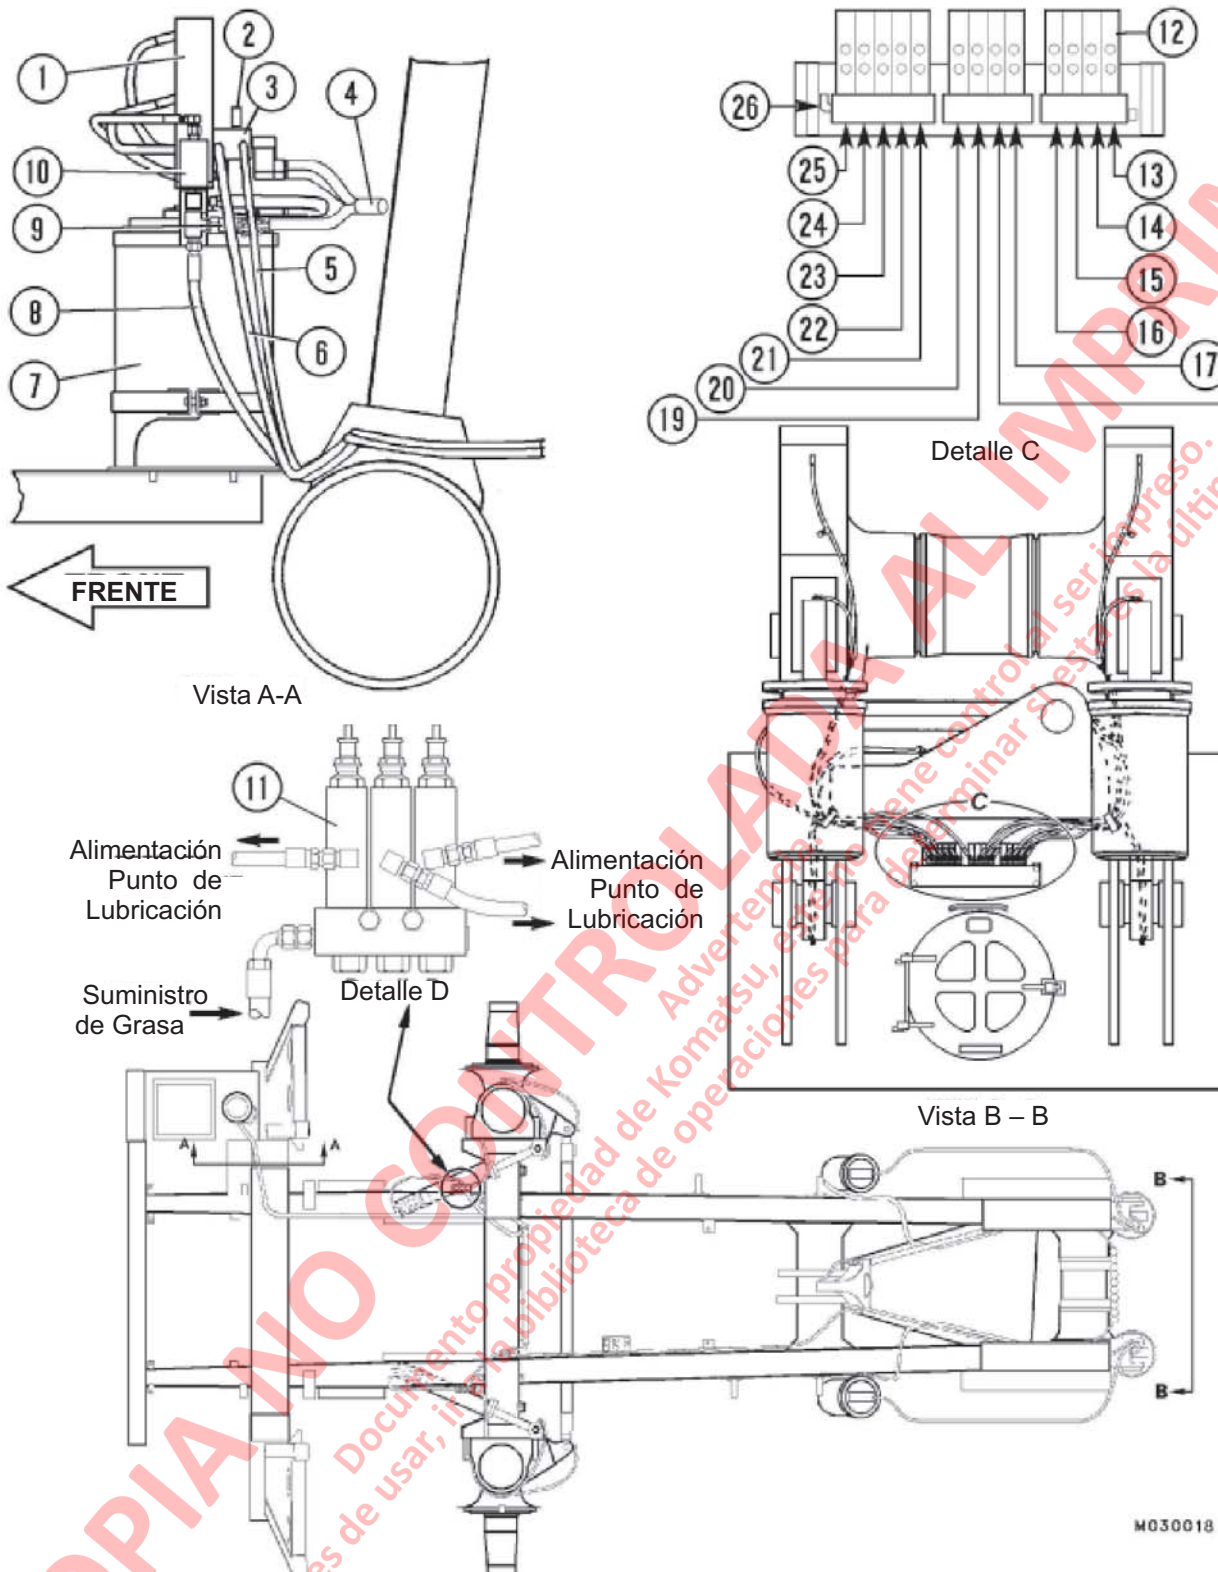

FIGURA 4-3 . 930E INSTALACIÓN AUTO LUBRICACIÓN
8. Inyectores (11 & 12, Fig. 4-3): cada inyector despacha un monto controlado de lubricante presurizado a un punto de lubricación designado. Refiérase a la Figura 4-3 para las ubicaciones.